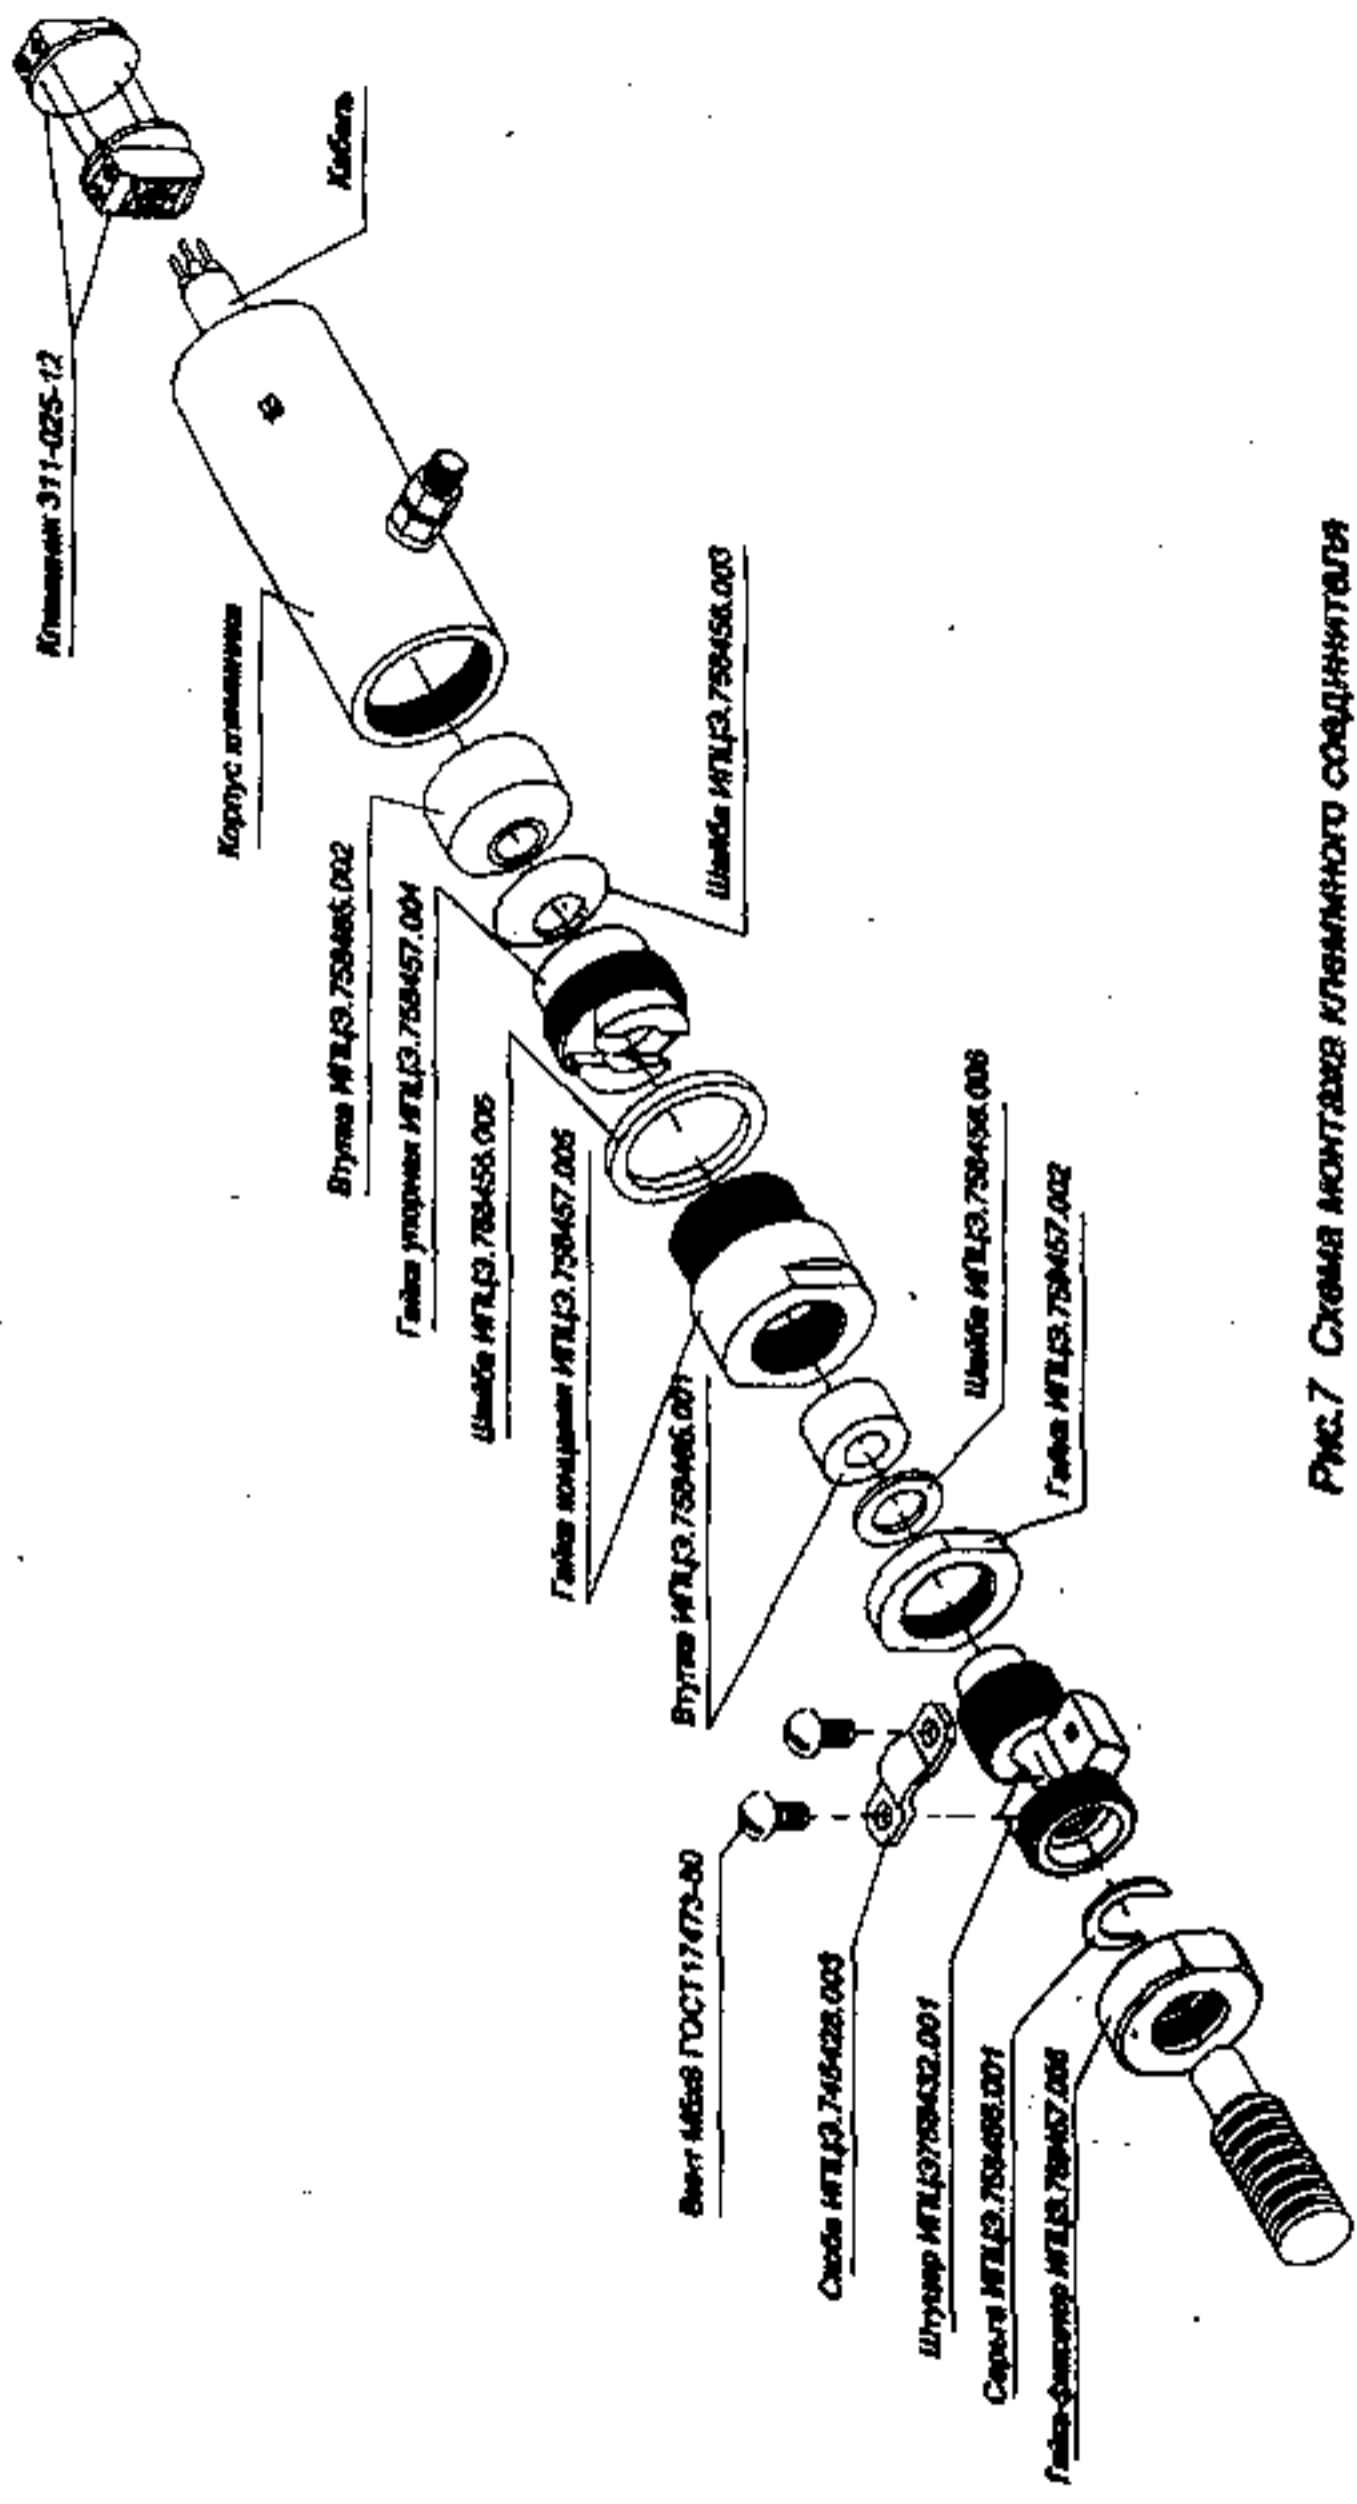

Рис.7 СХЕМА МОНТАЖА КЛЕММНОГО СОЕДИНЕНИЯ
2.7.4 Надеть на подготовленный кабель детали согласно рис.7.